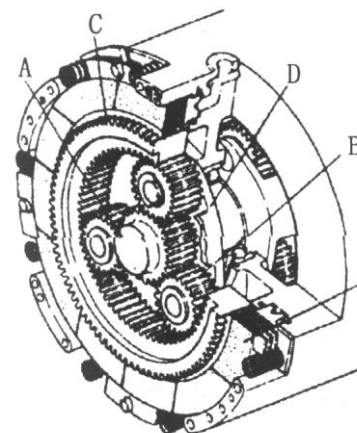

Рис. 5-20.
(1) Принцип действия механизма планетарной передачи (Рис. 5-20)